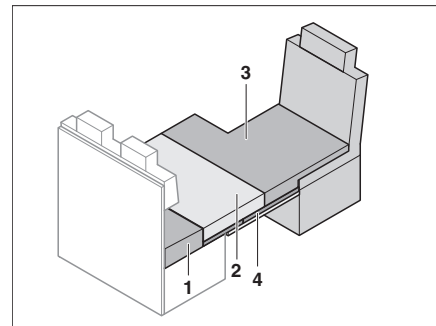

Fig. 195 Dopo la trasformazione
- Posizionare il cuscino aggiuntivo (Fig. 195,3) sul sedile del conducente.
- Collocare i cuscini del divano (Fig. 195,2) sulla base del letto extra.